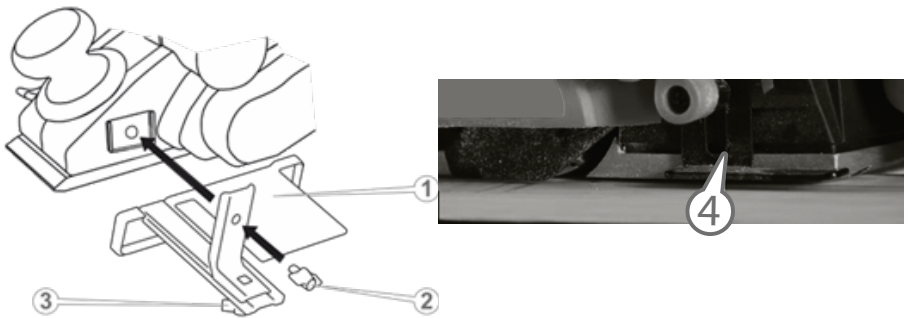

Рисунок 3. Схема встановлення паралельного упору та обмежувача глибини вибірки.
5.1.7 Підготовка виробу для розмірної вибірки матеріалу («чверті», «фальца» (рис. 3).
Розмірна вибірка деревини передбачає часткову вибірку матеріалу типу «чверть» (глибина та ширина вибірки однакові), або типу «фальц» (глибина та ширина вибірки мають різні розміри) за допомогою встановлених додаткових пристосувань: паралельний упор із одного боку; обмежувач глибини стругання з протилежного боку (рис. 3).
– для обробки заготівлі більшої ширини ніж ножовий барабан, використовувати два проходи за допомогою паралельної напрямної (рис. 3);